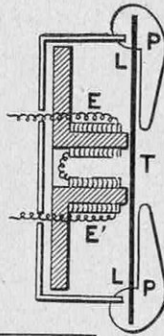
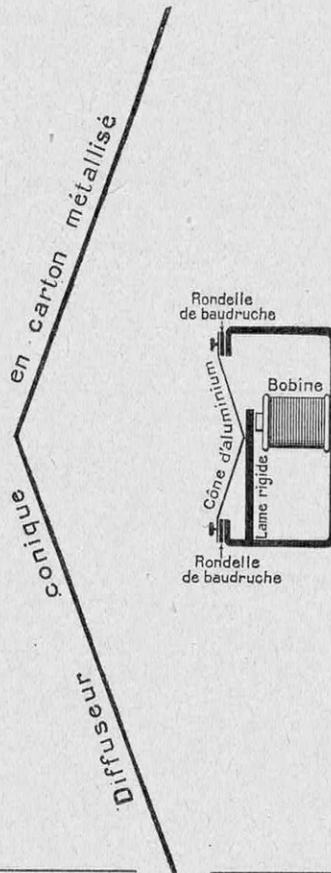

FIG. 9. — PRINCIPE DE L'ÉCOUTEUR
FIG. 10. — PRINCIPE DU HAUT-PARLEUR
L'écouteur (fig. 9), qui n'est autre chose que le « récepteur » des installations téléphoniques, se compose de deux électros *EE'*, qui ont comme armature une lame vibrante en fer *LL*, placée derrière un pavillon *PP* en ébonite, lequel est percé d'un trou central *T*. Les courants variables attirent plus ou moins la lame *L*, et l'appareil reproduit les
Un haut-parleur se compose d'un écouteur plus ou moins modifié; dans le modèle schématisé par la figure 10, les courants qui traversent l'électro font vibrer la lame rigide, qui entraîne le cône d'aluminium; le diffuseur est fait d'une matière qui ne vibre pas (1) (soie, carton métallisé, ...). Les haut-parleurs doivent remplir tout un ensemble de conditions, difficilement compatibles : reproduire avec le même rendement tous les sons, depuis les plus graves jusqu'aux plus aigus, mieux émettre les sons faibles que les sons forts, transmettre les sons les plus intenses sans déformation, n'introduire aucun son parasite (en particulier, éviter le *cloc* à chaque attaque). Le perfectionnement des haut-parleurs est en bonne voie de réalisation.
Un haut-parleur comprend toujours un écouteur (fig. 9) plus ou moins modifié : la lame rigide vibre sous l'influence des courants qui traversent l'électro et elle entraîne le cône d'aluminium ; le rayonnement sonore, ainsi émis, se réfléchit sur le diffuseur.
Cet appareil est entraîné par un moteur électrique : il a pour effet de relier les deux bornes d'un écouteur (fig. 9) ou d'un haut-parleur (fig. 10) successivement aux deux pôles + et - du secteur à courant continu : il en résulte des attractions et des répulsions, c'est-à-dire finalement un son, dont la fréquence dépend du nombre de lames du commutateur et de sa vitesse de rotation.
Ce montage permet vraiment de fabriquer de la musique artificielle sans autre organe mobile que la lame de l'écouteur (fig. 9). Lorsque le condensateur est d'un microfarad et la self de 6 dixièmes d'henry, l'écouteur émet le normal (435 cycles, fig. 4).
oscillant — constitué par une self et un condensateur — est susceptible de faire osciller les électrons avec une fréquence qui dépend de la self de la bobine (exprimée en henrys) et de la capacité du condensateur (exprimée en microfarads). Et c'est grâce à l'association — à la « symbiose », pourrait-on dire — du circuit oscillant et de la triode que les oscillations propres du circuit ne sont plus amorties (fig. 8, milieu), mais entretenues (fig. 8, haut) : la triode permet donc à l'écouteur (fig. 9) d'émettre des sons durables, voire prolongeables indéfiniment.